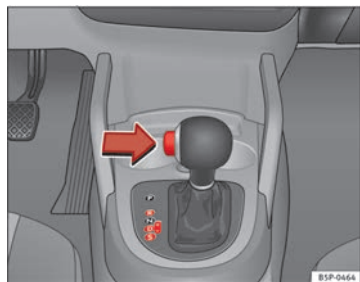

Fig. 148 Guida
- Premere il pulsante del pomello (posto sulla sinistra dello sterzo) ⇒ fig. 148.